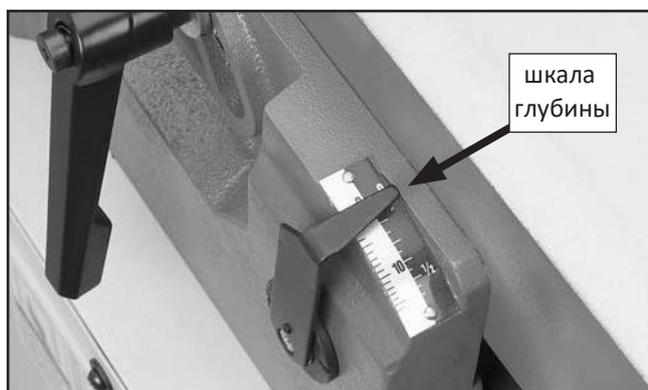

Рисунок 62. Указатель шкалы глубины установлен на "0".
5. С помощью отвертки точно установите указатель шкалы на "0" (см. рис. 62).